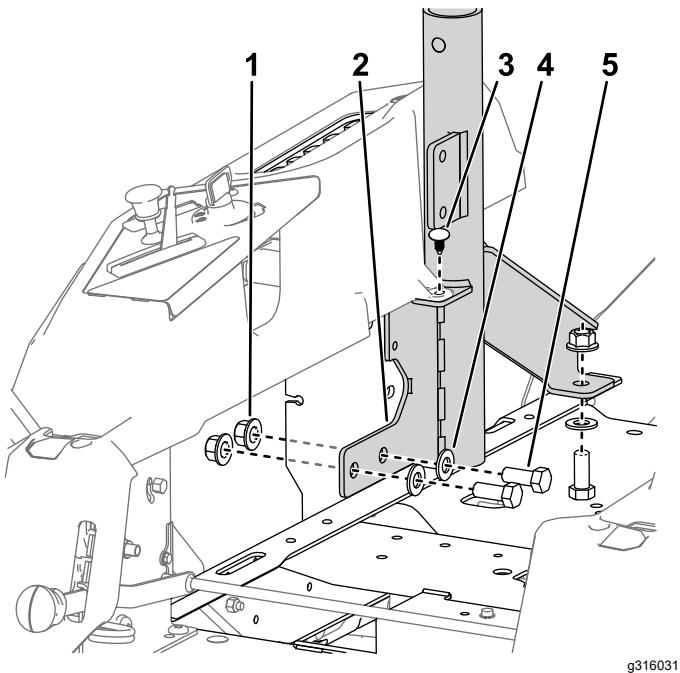

Figura 5
1. Montate i supporti del ROPS sul telaio della macchina dietro alla piastra idraulica di montaggio come mostrato nella Figura 5.
3. Fissate le linguette dei gusci al supporto del ROPS con rivetti a spinta stretti (Figura 5).